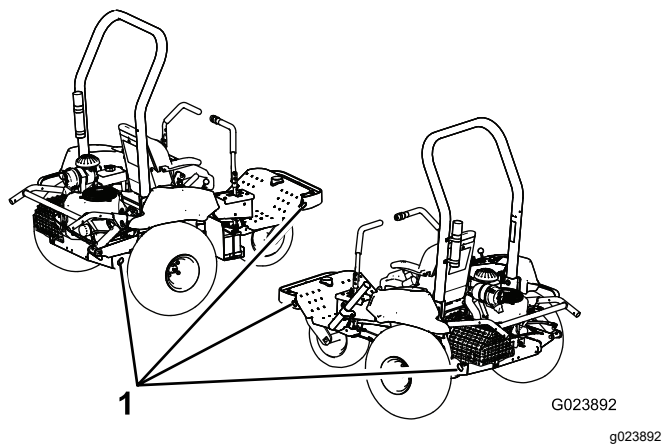

Figure 31
5. Servez-vous des points d'attache sur la machine (Figure 31) pour arrimer solidement la machine sur le véhicule de transport avec des sangles, des chaînes, des câbles ou des cordes.